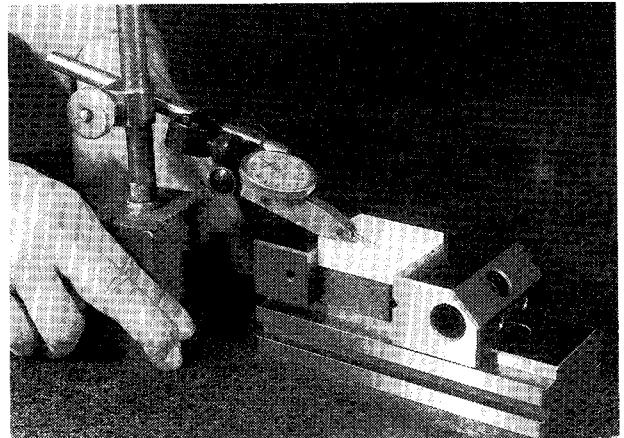

図 2-14
(7) 工作物の取付け
- ① 工作物をバイスにのせ、工作物の上面がバイスの下面と平行になるように取り付ける。工作物に傾きがある場合は、工作物とバイスの間にライナーを入れて平行にする。
- ・ 工作物は、切込み寸法に対してバイス口金より高くなるように、工作物の下にブロックを入れて取り付ける。（図 2-14）